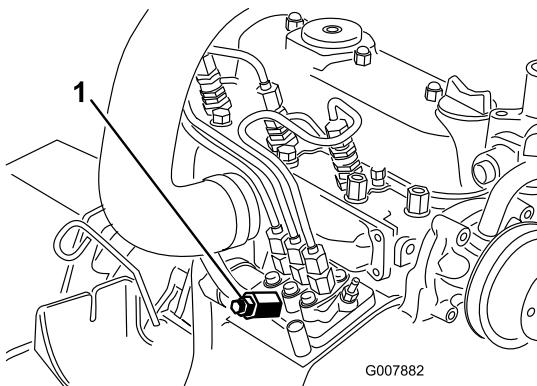

図 48
3. 燃料噴射ポンプについているエア抜きネジの下にウェスを当ててネジをゆるめる（図 48）。